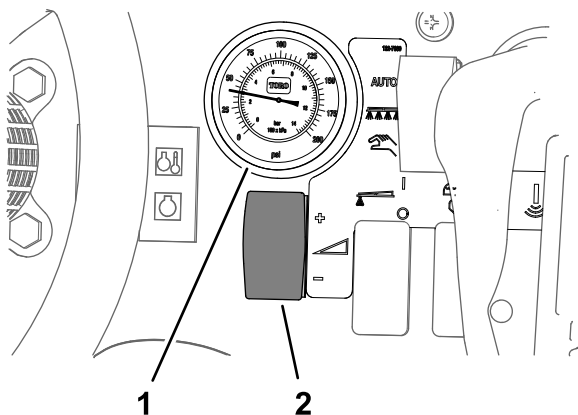

Figure 49
2. Utilisez la commande de débit de pulvérisation pour régler la pression du système de pulvérisation à 2,76 bar ; voir Figure 49.